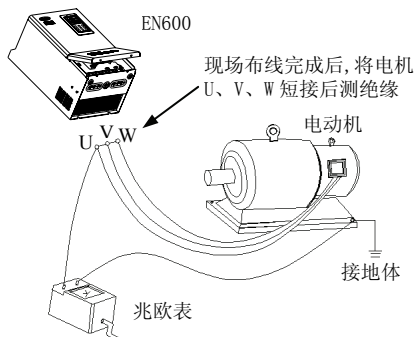

图 1-1 电机绝缘检查示意图
- (1) EN600 系列为电压型变频器，使用时电机的温升、噪声和振动与工频运行相比较略有增加，属正常现象。
- (2) 如果需要以低速恒转矩长期运行，必须选用变频电机。若使用一般的异步交流电机低速运行时，应监控电机温度或采取强制散热措施，以防烧毁电机。
- (3) 减速箱及齿轮等需要润滑的机械装置在长期低速运行时，可能由于润滑效果变差造成损坏，请事先采取必要措施。
- (4) 若超过电机额定频率运行时，除了考虑电机的振动、噪音增大外，还必须确保电机轴承及机械装置的使用速度范围，请务必事先确认。
- (5) 对于提升设备和大惯性之类的负载，变频器常会因产生过流或过压故障而跳闸，为保证正常工作，应考虑选配适当的制动组件。
- (6) 应通过端子或其它正常的命令通道对变频器进行起停控制。严禁在变频器输入侧使用接触器等强电开关直接频繁起停操作，否则会造成设备损坏。
- (7) 如果需要在变频器输出和电机之间安装接触器等开关器件，请确保变频器在无输出时进行通断操作，否则可能会损坏变频器。
- (8) 变频器在一定的输出频率范围内，可能会遇到负载装置的机械共振点，可设置跳跃频率来避开。
- (9) 使用前，应确认电源电压在允许的工作电压范围之内，否则应做变压处理或订购特种变频器。
- (10) 在海拔高度超过 1000 米的条件下，变频器应降额使用，每增加 1000 米高度输出电流约降低额定电流的 10%。
- (11) 电机在首次使用或长时间放置后再使用之前，应做电机绝缘检查。请使用 500V 电压型兆欧表按图 1-1 所示进行检查，绝缘电阻不得小于 $5\text{ M}\Omega$ ，否则有损坏变频器的可能。